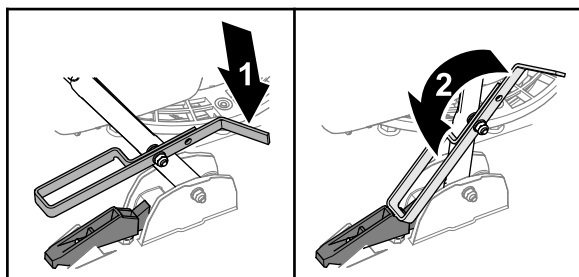

Figura 19
- Per rilasciare la stegola, sollevate la stegola e ruotate l'arresto del pedale in avanti (Figura 19).